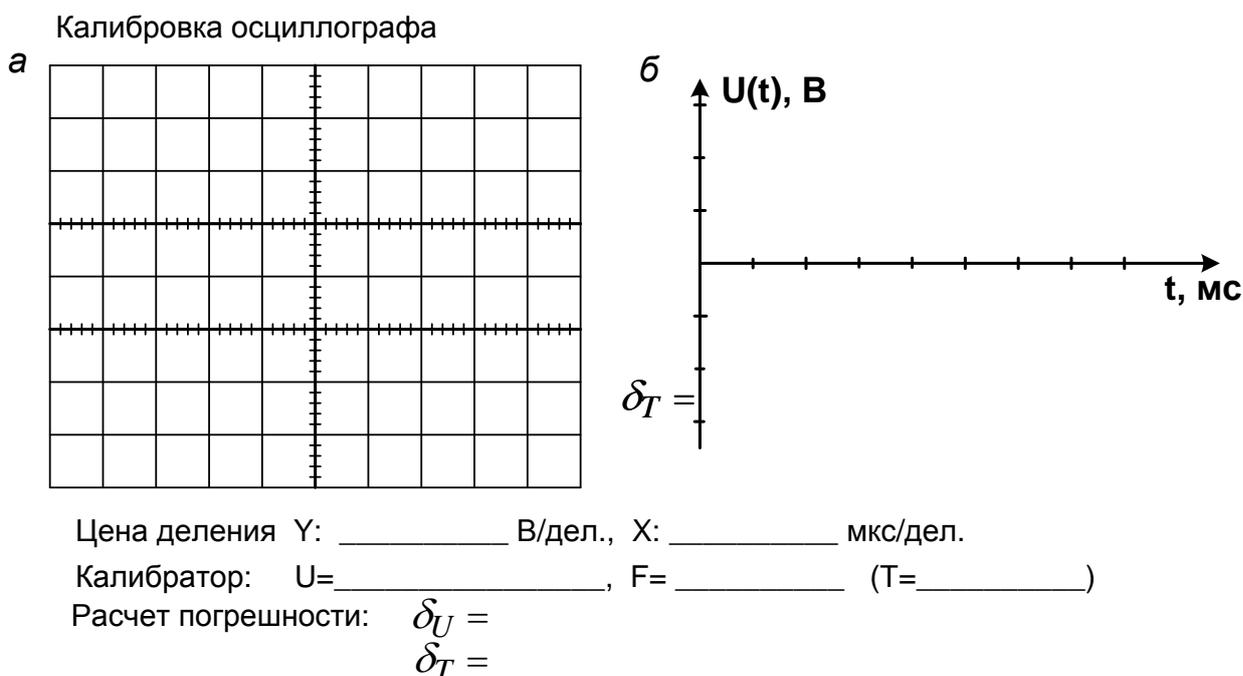

Рис. 3.9. Отчёт «Калибровка осциллографа»
6. Зарисовать осциллограмму, используя шаблон рис. 3.9, *a*. Записать значения параметров сигнала калибратора и значения цены делений по Y и X .
8. Для построения графика сигнала в декартовой системе координат необходимо определить положение оси t на экране ЭЛТ (см. рис. 3.9, *б*). Для этого следует подать на «Вход Y » сигнал с амплитудой **0 В**. Это можно сделать, соединив сигнальный и общий провода, подключенные к «Входу Y ».